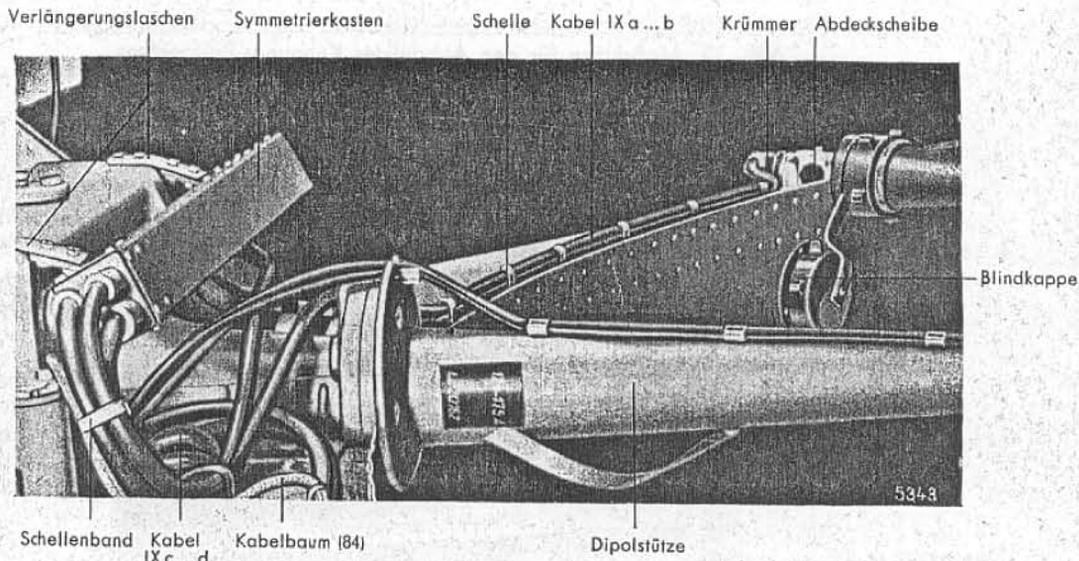

Abb. 15. Symmetriekasten, Kabel verlegt.
7. Anbau des Symmetrierkastens auf dem Antennenkasten mit Schrauben $M 5 \times 20$ (s. Abb. 15). Die Befestigungslaschen sind etwas nach unten abgebogen, damit sich die obere Spiegelhälfte vorbeischieben läßt. Durch evtl. Nachbiegen ist für berührungsfreies Vorbeidrehen zu sorgen.
Kabelpaare übereinandergelegt auf dem Spiegelrand mittels der mitgelieferten Schellen festlegen; die Gewindelöcher sind bereits vorhanden. Da die Strecke nach dem rechten Dipol kürzer ist, muß dieses Kabelpaar in der Nähe des Symmetriekastens in einer Schlaufe verlegt werden (s. Anlage b und Abb. 15). Festlegen der Schlaufe mit Schellenband.